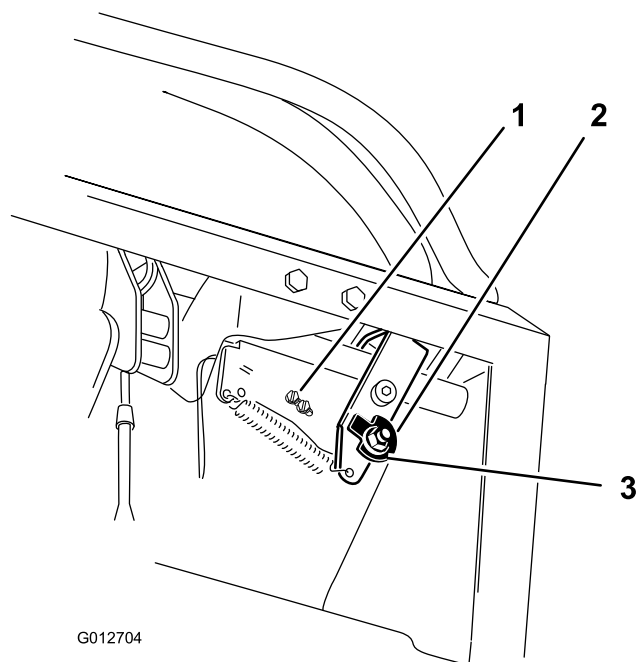
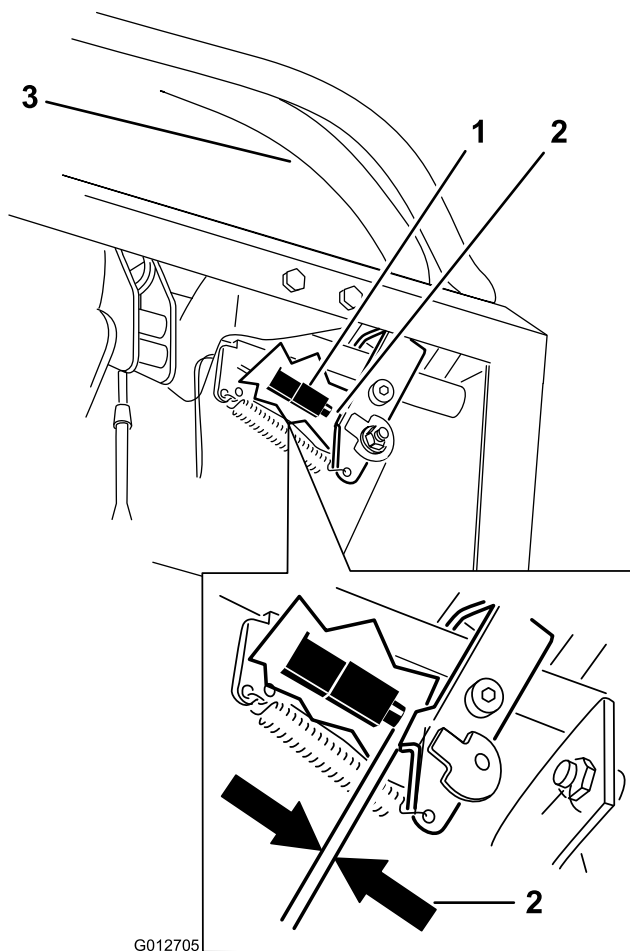

Figure 67
Figure 68
10. Vérifiez l'écartement entre le levier de commande et l'interrupteur comme montré à la Figure 68. L'écartement doit être de 3 mm (1/8 po) lorsque le levier de commande de déplacement droit est au point mort, en position déverrouillée.
11. Au besoin, desserrez les vis de fixation de l'interrupteur et réglez l'interrupteur (Figure 67 et Figure 68).
7. Desserrez l'écrou de fixation de la came (Figure 67).